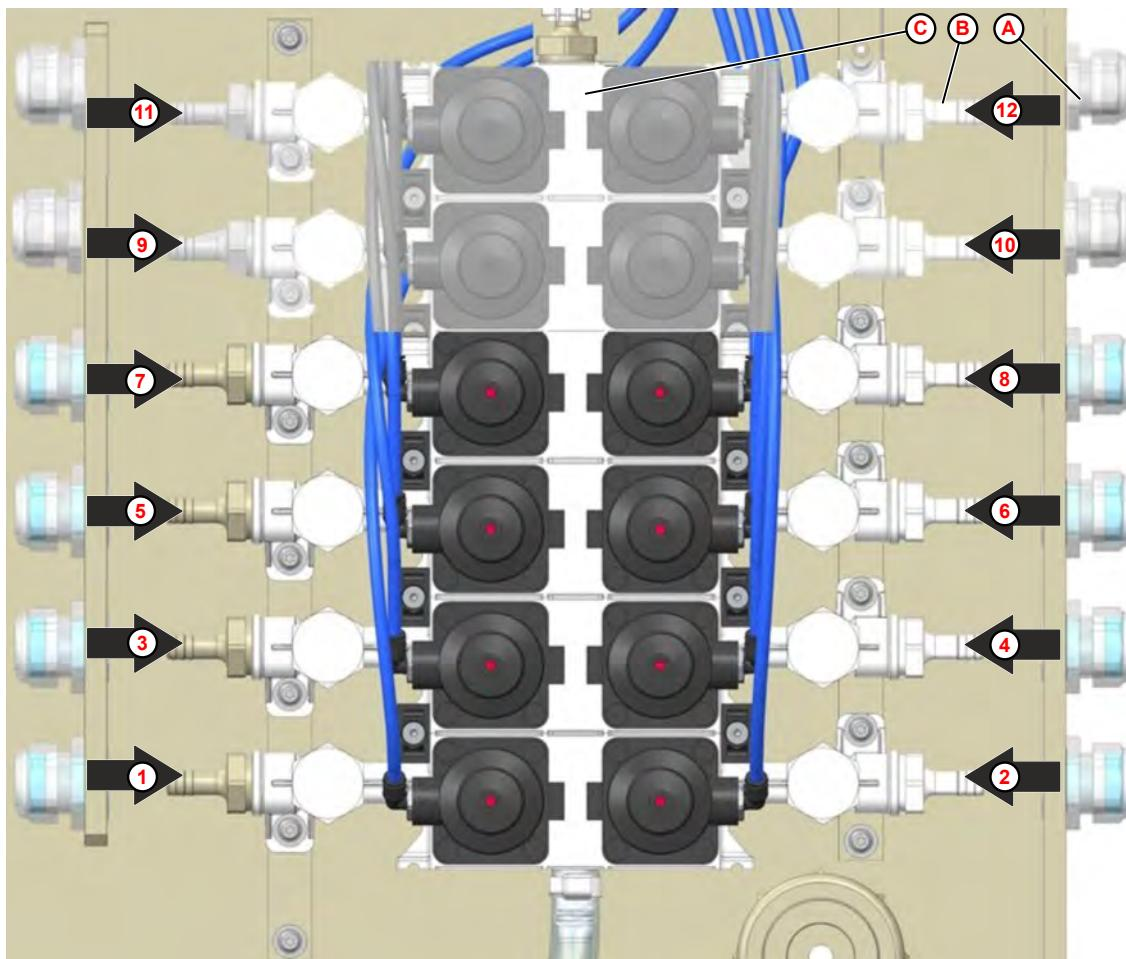

Fig. 6 : Affectation des produits
1. Passer les flexibles de chacune des lances d'aspiration de produit à travers les raccords filetés de décharge de traction (Fig. 6 , repère A).
2. Raccorder les flexibles aux raccords pour flexibles correspondants (Fig. 6 , repère B) du bloc de vannes (Fig. 6 , repère C) avec les colliers de serrage joints.